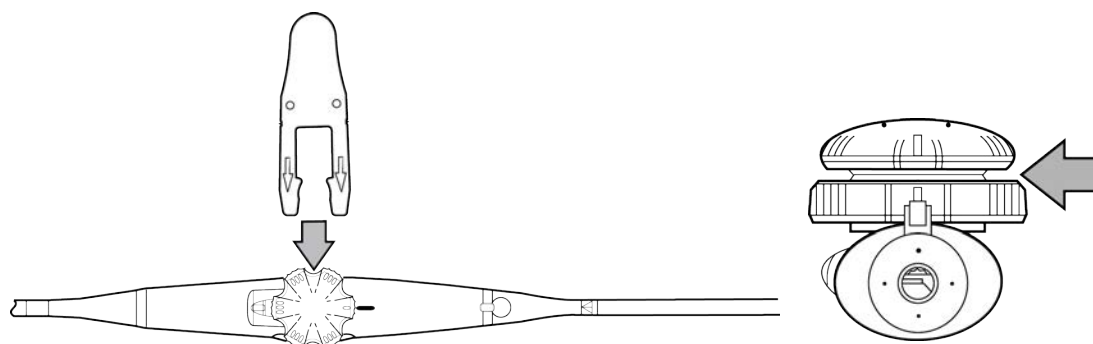

Figura 19 Inserção da ferramenta de teste de perfuração
- 1 Insira a ferramenta de teste de perfuração sob o controlador do plano de varredura conforme exibido na **Figura 19**.